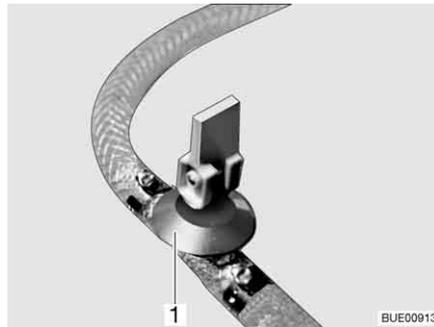
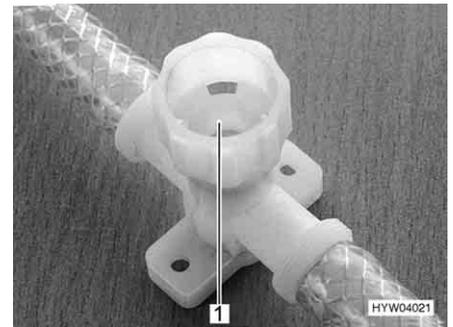

Fig. 210 Llave de desagüe (con balancín)
Fig. 211 Llave de desagüe (con tapa giratoria)
- Cerrar todas las llaves de desagüe. Para esto, poner el balancín de la llave de desagüe (Fig. 210, 1) en posición horizontal o girar la tapa de la llave de desagüe (Fig. 211, 1) en el sentido de las agujas del reloj.